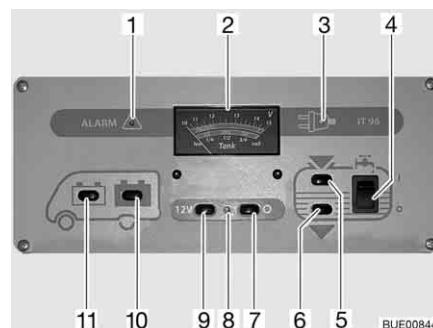

Fig. 117 Pannello di controllo IT 96-2
L'interruttore principale a 12 V (Fig. 117,7 e 9) inserisce o disinserisce il pannello di controllo e l'alimentazione a 12 V dell'abitacolo.
- Premere l'interruttore (Fig. 117,9) "12 V": L'alimentazione a 12 V dell'abitacolo è inserita. La spia di controllo (Fig. 117,8) diventa verde.
- Premere l'interruttore (Fig. 117,7) "O": L'alimentazione a 12 V dell'abitacolo è disinserita. La spia di controllo (Fig. 117,8) si spegne.
Per l'indicatore volt/serbatoio (Fig. 117,2) leggere la scala superiore. L'indicatore si illumina automaticamente appena viene premuto un interruttore.
- Premere l'interruttore (Fig. 117,11) : Viene indicata la tensione della batteria di avviamento.
- Premere l'interruttore (Fig. 117,10) : Viene indicata la tensione della batteria dell'abitacolo.
Per l'indicatore volt/serbatoio (Fig. 117,2) leggere la scala inferiore. L'indicatore si illumina automaticamente appena viene premuto un interruttore.
- Premere l'interruttore (Fig. 117,5) "": Viene indicato il livello del serbatoio dell'acqua.
- Premere l'interruttore (Fig. 117,6) "": Viene indicato il livello del serbatoio delle acque grigie.
Accensione: ■ Premere in alto l'interruttore a bilico (Fig. 117,4) "I": L'alimentazione idrica è accesa.
Spegnimento: ■ Premere l'interruttore a bilico in basso (Fig. 117,4) "O": L'alimentazione idrica è spenta.
La spia luminosa rossa "ALARM" (Fig. 117,1) inizia a lampeggiare non appena la tensione della batteria dell'abitacolo scende al di sotto di 11 V (misurazione durante il normale esercizio) con conseguente rischio che la batteria si scarichi troppo.
La spia di controllo a 12 V (Fig. 117,8) si accende non appena l'interruttore principale a 12 V (Fig. 117,9) viene inserito.
La spia gialla di controllo a 230 V (Fig. 117,3) si accende quando all'ingresso della centralina elettrica è presente una tensione di rete.